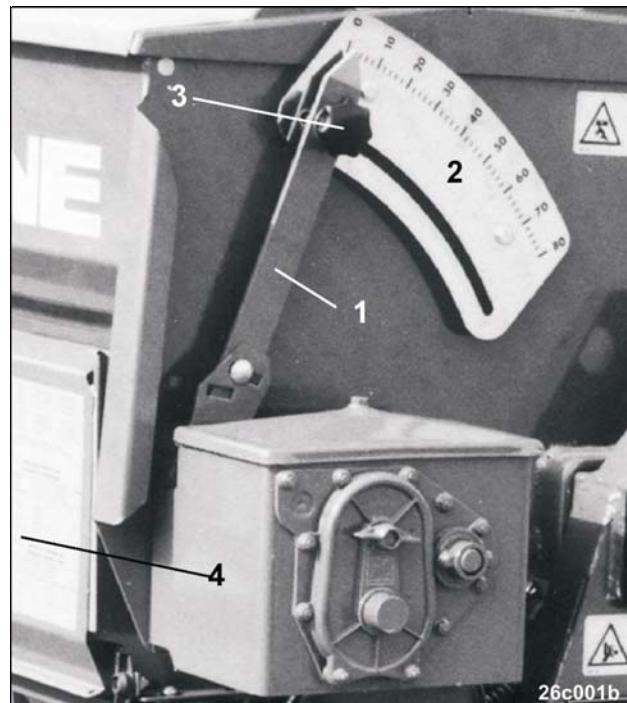

Рис. 118
Количество вносимого удобрения регулируется путем изменения положения переводного рычага редуктора (Рис. 118/1). Для этого:
- Вращающуюся ручку (Рис. 118/3) необходимо открутить, повернув влево.
Чем выше число на шкале (Рис. 118/2), тем больше норма внесения удобрений.